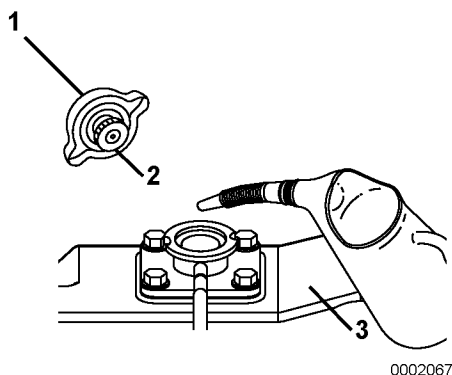

Figura 7
2. Retire la tapa de llenado (**Figura 7, (1)**) del intercambiador de calor (**Figura 7, (3)**) girándola un tercio de vuelta en sentido contrario a las agujas de reloj.
3. **AVISO: NUNCA vierta refrigerante frío en un motor caliente.** Vierta lentamente la mezcla de refrigerante en el intercambiador de calor (**Figura 7, (3)**) para que no se formen burbujas de aire. Deténgase cuando el refrigerante rebose por la boca de llenado.
4. Tras llenar el intercambiador de calor, vuelva a colocar el tapón de la boca de llenado y apriételo bien (**Figura 7, (1)**). No hacerlo causará fugas de refrigerante. Para colocar la tapa, alinee los salientes (**Figura 7, (2)**) de la parte inferior de la tapa con las muescas de la boca de llenado y gírela un tercio de vuelta en sentido horario. **ADVERTENCIA!**